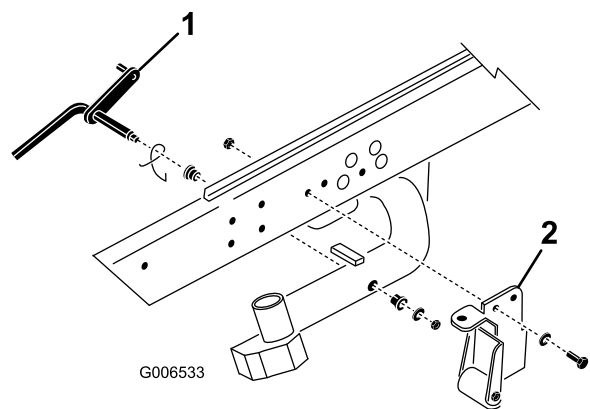

図 3
1. ピボットロッドを昇降アーム番に固定しているロックナットとワッシャを外す 図 3。昇降アームから、ピボットロッドとスプリングを取り外す。昇降アーム番および番にも同じ作業を行う。
注 DPA カッティングユニットでは、ティッパーブラケットローラ付きやティッパーサポートブラケットは必要ありません 図 3。